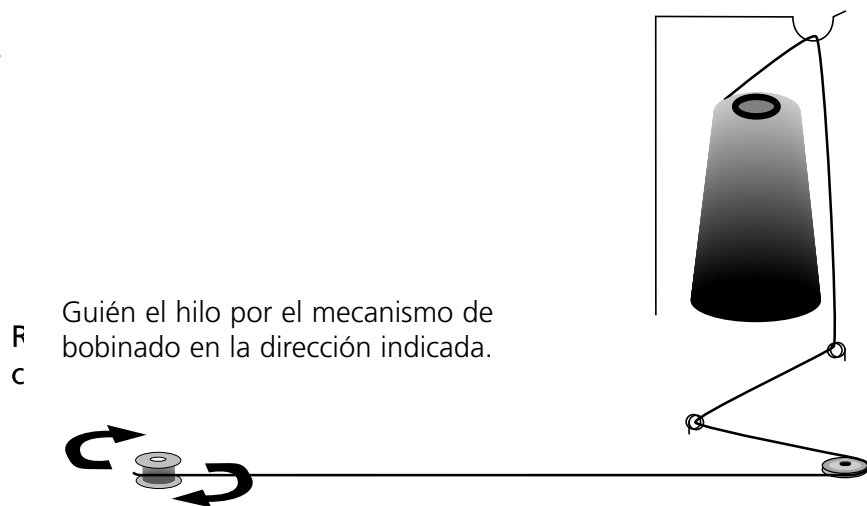

Figura 3-31
1. Pasen el hilo por el mecanismo de bobinado como mostrado en la Figura 3-31.